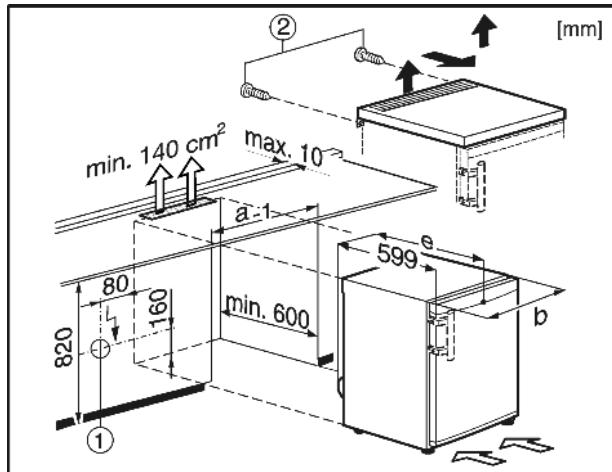

Fig. 9
Розетка *Fig. 9 (1)* при этом должна располагаться не у задней стены устройства и быть легко доступна.
- ▶ Удалите болты *Fig. 9 (2)* на задней стенки.